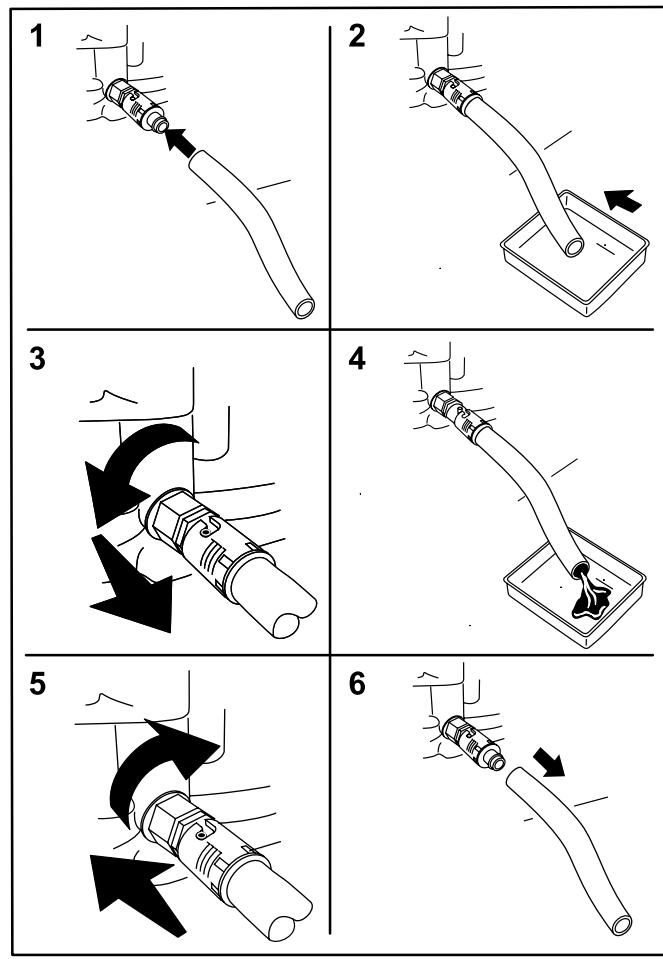

図 26
4. エンジンのドレンバルブに、排出用のホースを接続する図 26。
5. ホースの出口側を、廃油受け容器に入れる図 26。
6. ドレンバルブを左に 1/4 回転させてオイルを排出する図 26。
7. オイルが完全に抜けたら、ドレンバルブを右に 1/4 回転させて閉じる図 26。